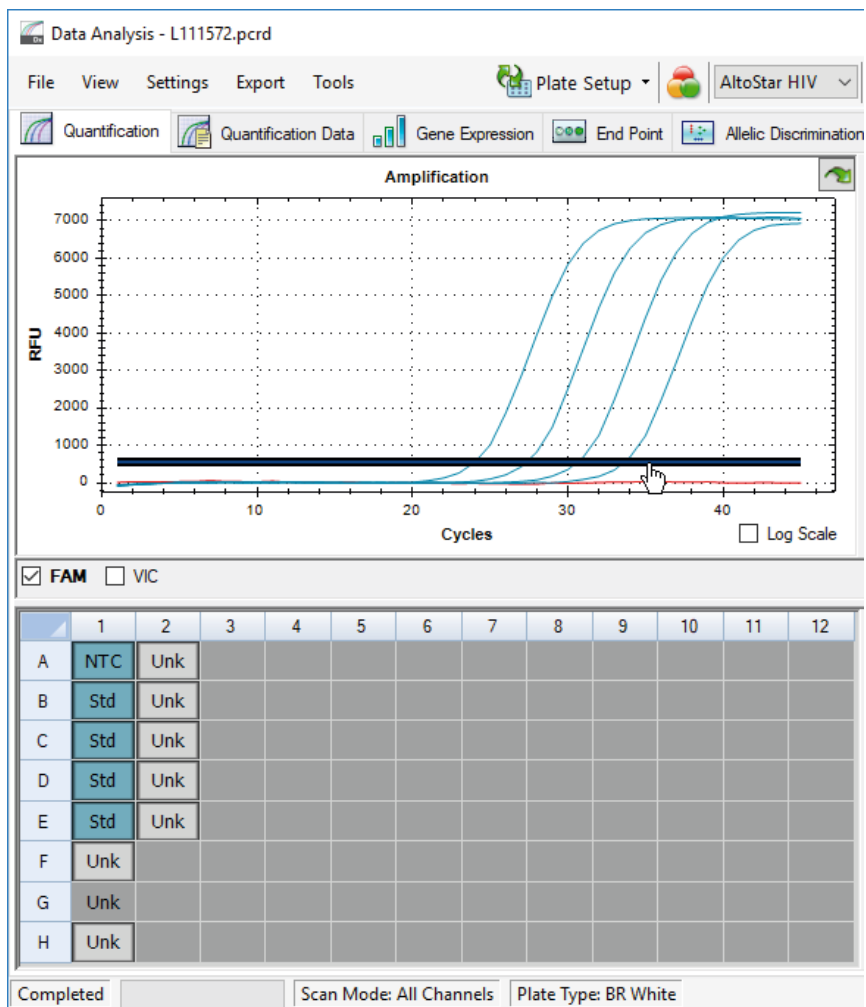

Abb. 10: Fenster Data Analysis (Datenanalyse): Festlegen des FAM™ Schwellenwerts
5. Entfernen Sie links im Fenster Data Analysis (Datenanalyse) das Häkchen aus dem Kontrollkästchen neben **VIC** und setzen Sie das Häkchen im Kontrollkästchen neben **FAM** für den Detektionskanal der HIV-Zielsequenz (siehe Abbildung 10).
- Wählen Sie nur die Wells mit der NTC und den QS in der Platten-Ansicht des Fensters Data Analysis (Datenanalyse) aus (siehe Abbildung 10).
- Ziehen Sie den Schwellenwert deutlich über das Signal der NTC hinaus in den exponentiellen Bereich der Signale der QS (siehe Abbildung 10).